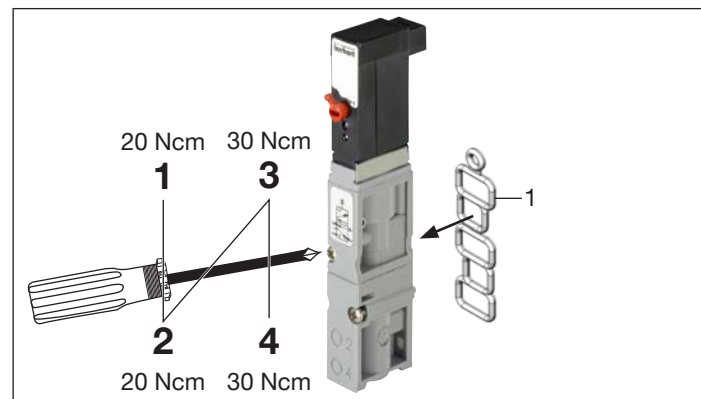

Abb. 19: Ventil auf Ventilbaugruppe montieren
- Befestigungsschrauben der Ventile über Kreuz anziehen, dabei das in „Abb. 19“ angegebene Anziehdrehmoment beachten